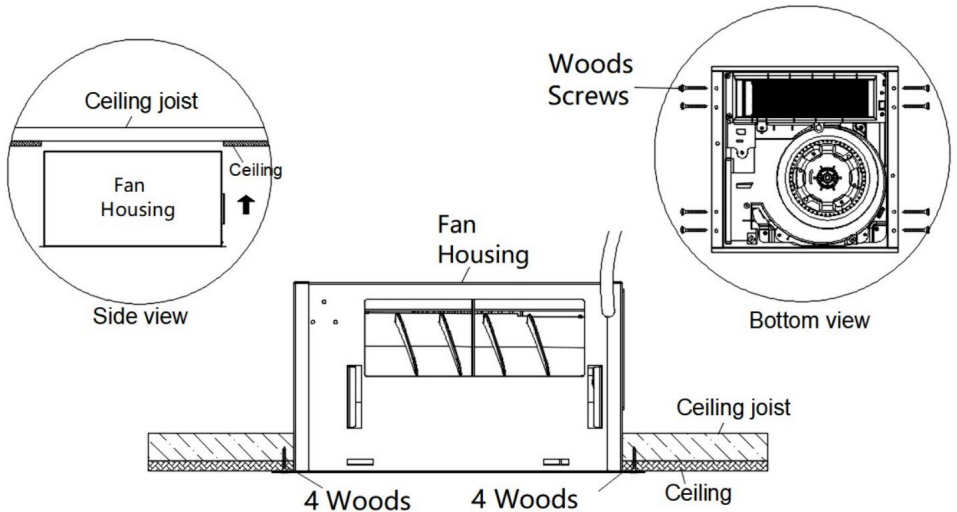

Abb.4.
5. Schieben Sie das Lüftergehäuse in die Deckenöffnung und befestigen Sie es mit 8 Holzschrauben (durch zwei Deckenschichten hindurch). (Siehe Abb. 4.)